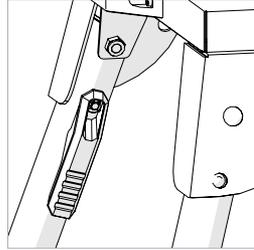

Fig. 1
- Appuyez sur le levier de verrouillage/déverrouillage (**fig.1**) contre le pied afin de le déplier.
- Suivez les même instructions jusqu'à ce que les quatre (4) pieds soient déployés.